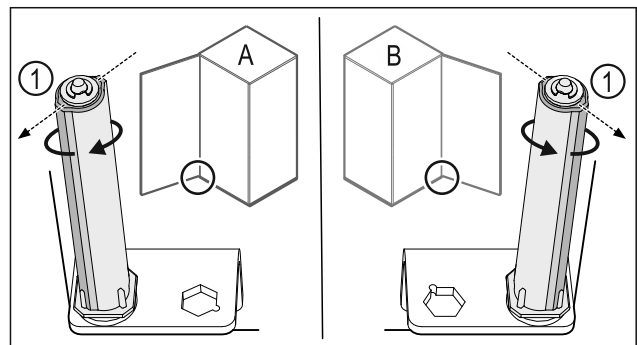

Fig. 35 Venstreanslag (A)/højreanslag (B)
- ▶ Drej lukkesystemet mod modstanden, indtil lukkesystemets forbindelsesdel Fig. 35 (1) peger udad.